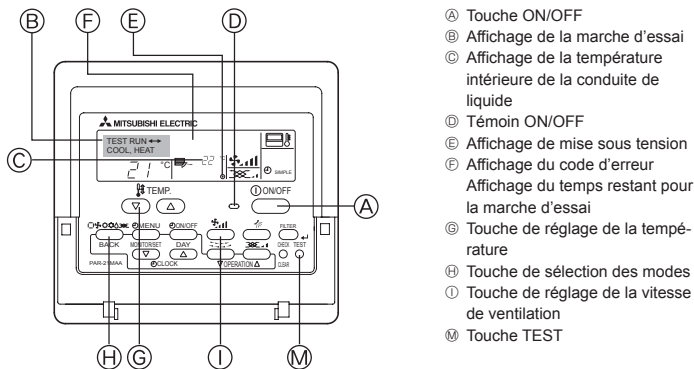

Fig. 6-1
6.2.1. Utilisation de la télécommande filaire (Fig. 6-1)
- ① Mettre l'appareil sous tension au moins 12 heures avant l'essai de fonctionnement.
- ② Appuyer deux fois sur la touche [TEST] (ESSAI).